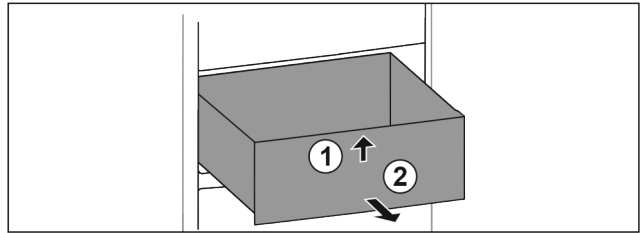

Fig. 34
- ▶ Підняти висувний ящик спереду. Fig. 34 (1)
- ▶ Вийняти висувний ящик рухом вперед. Fig. 34 (2)